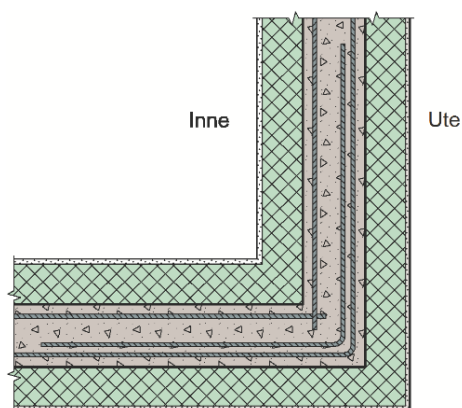

Fig. 4 Armering i utvendig hjørne for yttervegg mot terreng
Hjørner og støttevegger armeres med vinkler $\phi 10$ mm c/c 300 mm vertikalt som vist på fig. 4, 5 og 6. Vinklene bør være 750 mm hver vei. Alternativt til vinkler c/c 300 mm kan det plasseres to vinkler c/c 600 mm i hjørner og ved støttevegger (to oppå hverandre).
²⁾ Ved utvendige hjørner og ved støttevegger brukes armeringsvinkler (750 mm x750 mm) som vist i fig. 4 og 6.
- Hjørner og overganger til støttevegger armeres som angitt tidligere med Ø10 og Ø12 mm armeringsvinkler c/c 300 mm, som vist på fig. 4, 5 og .